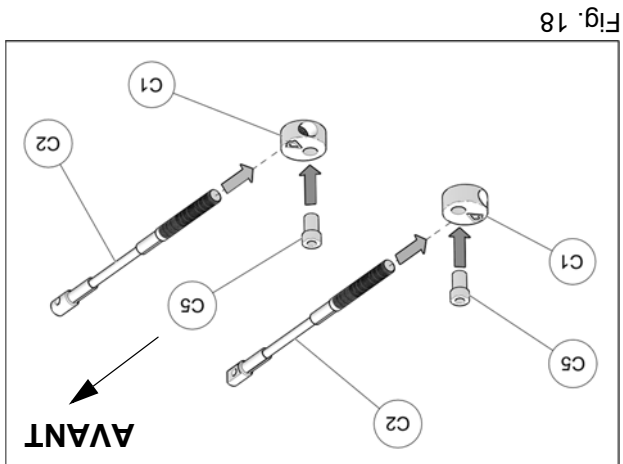

Fig. 18
7. Assembler les câbles des limiteurs de conduite (C2), les disques en aluminium (C1) et les bagues espacesurs (C5) tel que montré à la Fig. 18